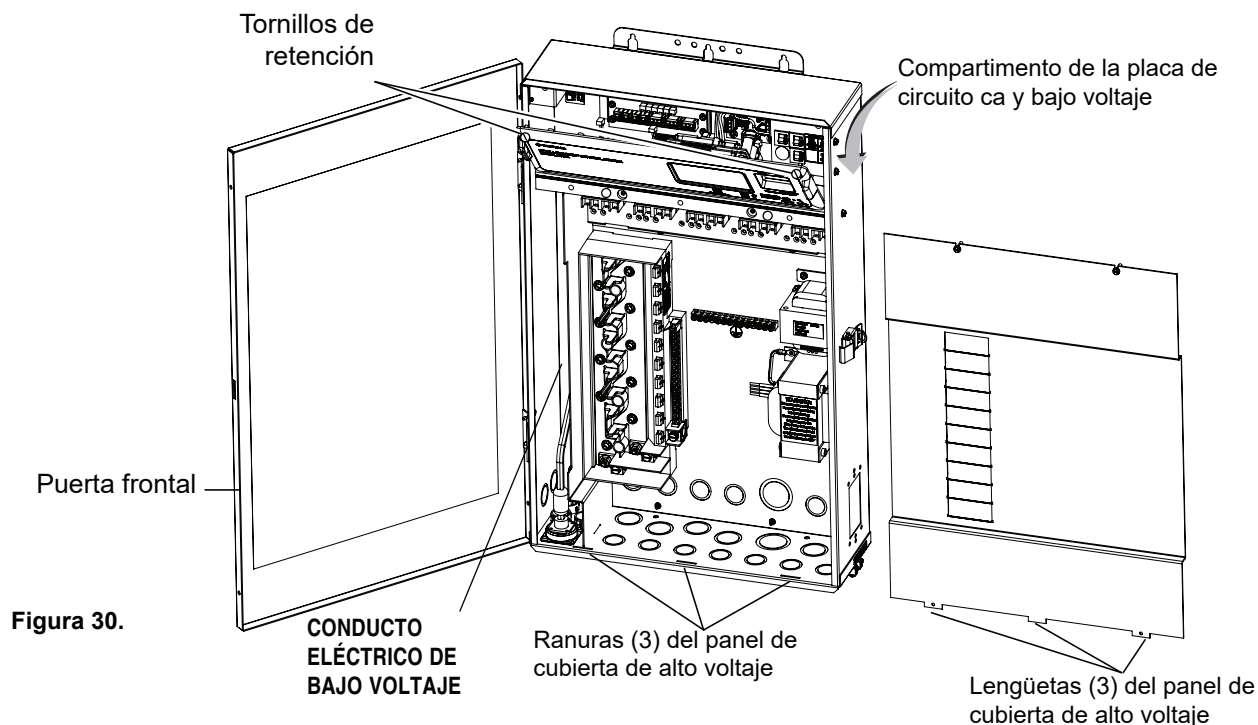

Figura 30.
2. Abra el pestillo de la puerta frontal y abra la puerta frontal. Quite los dos tornillos de retención del panel de la cubierta de alto voltaje y quite el panel. **Ver Figura 30.**
6. Vuelva a colocar el panel de alto voltaje: Inserte las tres lengüetas del panel en las ranuras inferiores de la carcasa. Asegure el panel con los dos (2) tornillos de retención. Cierre la puerta frontal y asegúrela con el pestillo. Figura 30 en la página 38.